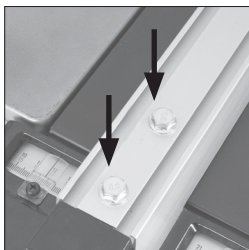

Fig. 21
- Si fuera necesario el ajuste, acceda a los dos tornillos de cabeza hexagonal situados en el tope guía (**Fig. 21**).